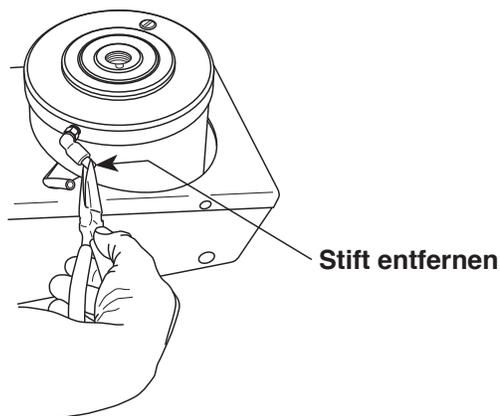

Abbildung 2
5. Sehen Sie sich die Abbildung 2 und die folgenden Schritte zum Anschluss der Hydraulikbaugruppe an.